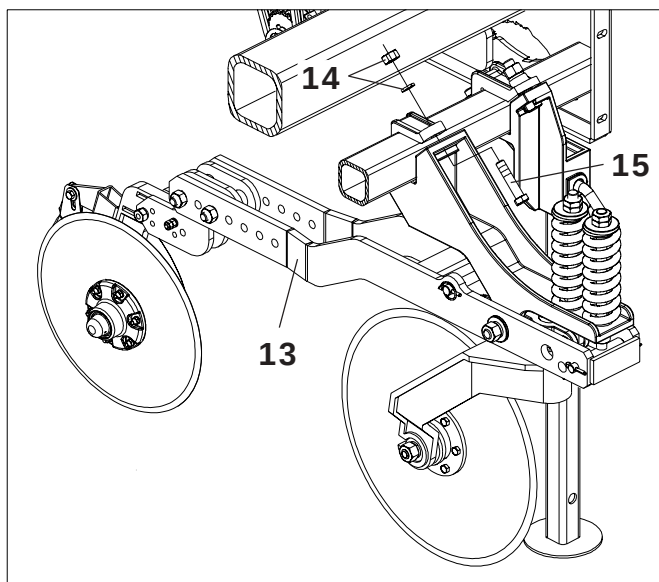

FIGURA 28
6 - Solte as arruelas e porcas (14) e retire o parafuso (15) e braçadeira (16), **conforme mostra a figura 28.**